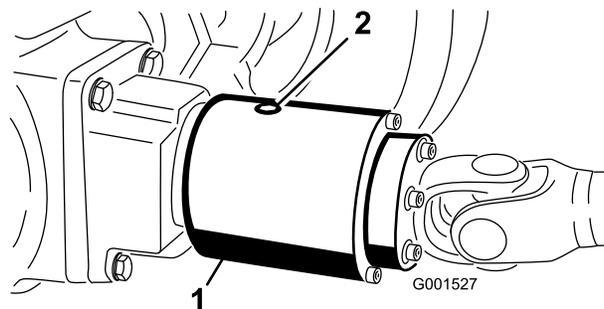

**Figura 28**
2. Togliete i tappi di controllo dal ponte posteriore e verificate che il lubrificante raggiunga la base di ciascun foro. Se il livello è basso togliete i tappi di riempimento e rabboccate con lubrificante fino alla base dei fori del tappo di controllo (Figura 27 e Figura 28).